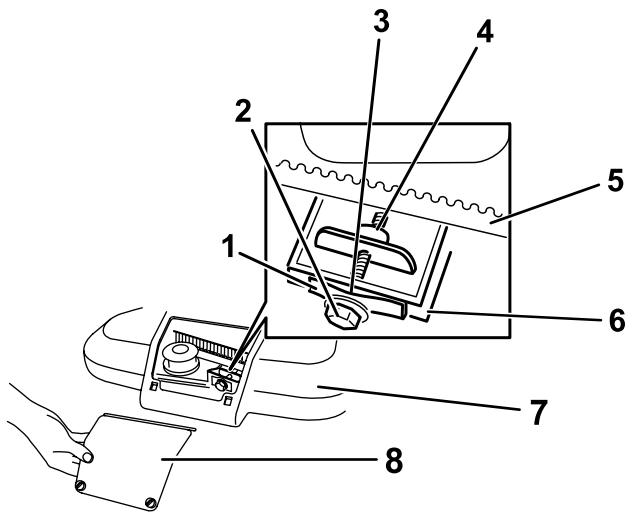

Figure 36
1. Desserrez les 2 fixations quart-de-tour sur le panneau d'accès au couvercle de courroie et déposez le panneau (Figure 36).